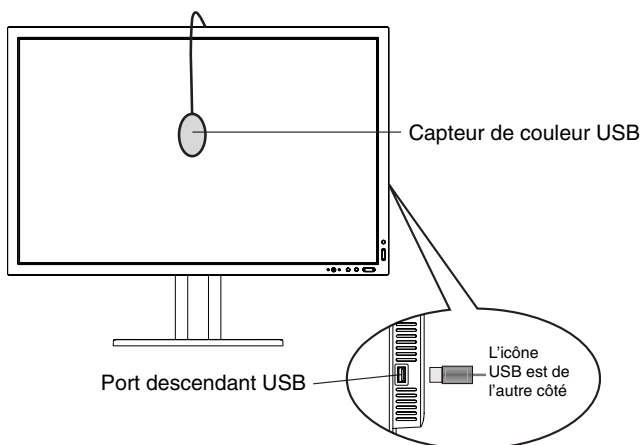
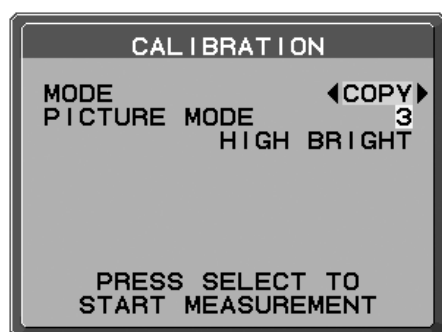

Figure S.1
Figure C.3
3. Branchez le capteur de couleur USB dans le port USB descendant situé de côté ou en bas pour le mode portrait (**Figure S.1**).
6. Lors de la procédure, on vous demandera de placer le capteur de couleur USB au centre du panneau d'affichage (**Figure C.3**). Inclinez le panneau d'affichage d'environ 5° vers l'arrière et placez le capteur de couleur USB au centre du panneau d'affichage (**Figure S.1**).
2. Utilisez les touches « GAUCHE » et « DROITE » de l'écran B pour sélectionner le MODE « COPY » (COPIER) (**Figure C.3**).